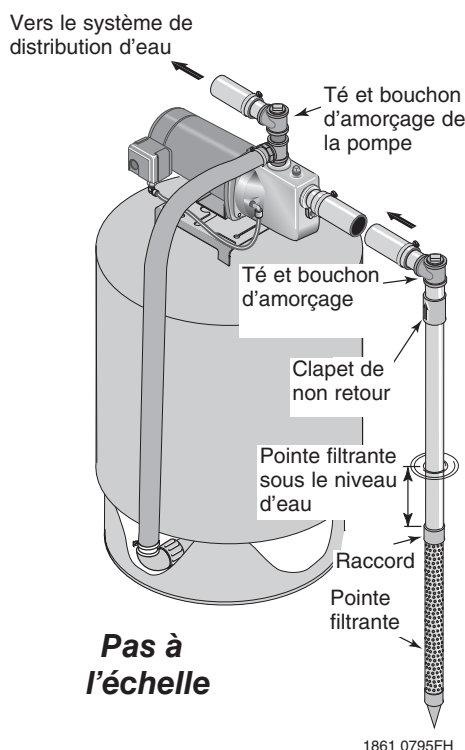

Figure 1 : Installation avec pointe filtrante
INSTALLATION AVEC POINTE FILTRANTE (FIGURE 1)
- 3° Utiliser le moins de raccords possible (surtout s'il s'agit de coudes) pour la canalisation entre le puits et l'orifice d'aspiration de la pompe. Le tuyau d'aspiration de la pompe doit être d'un diamètre aussi gros que celui de l'orifice d'aspiration de la pompe (prévoir un clapet de non retour si la pompe n'en possède pas; voir Figure 1). Fixer et consolider la canalisation de façon à éliminer tout point bas ou affaissement, à éviter toute contrainte sur le corps de la pompe et à obtenir une légère rampe vers le haut entre le puits et la pompe (tout point haut peut former une poche d'air qui peut s'opposer au passage de l'eau). Rendre étanches les joints du tuyau d'aspiration avec du ruban d'étanchéité en PTFE pour filetage. Les joints doivent être hermétiques et étanches. *Si la conduite peut aspirer de l'air, la pompe ne pourra pas pomper l'eau du puits.* Si le débit d'une seule pointe ne suffit pas, on peut raccorder deux ou trois pointes sur le tuyau d'aspiration.